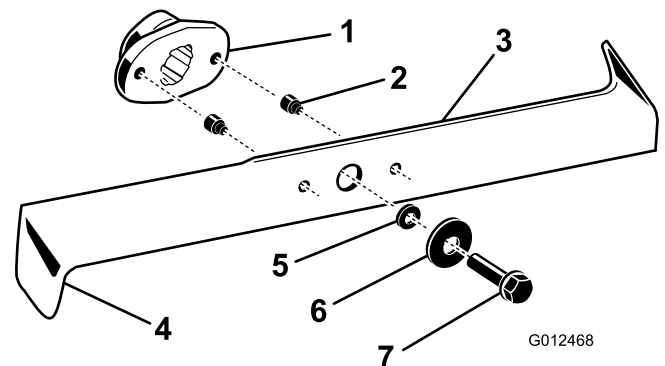

Figure 39
2. Examinez le tranchant des lames (Figure 39). Si elles ne sont pas tranchantes ou si présentent des indentations, déposez et affûtez les lames (voir Aiguisage des lames).
3. Inspectez les lames, surtout les bords recourbés (Figure 39). Si vous remarquez que les lames sont
4. Si les goupilles de cisaillement sont cassées, remplacez-les immédiatement (Figure 39).
3. Enlevez les boulons, les rondelles et les lames (Figure 39). Pour enlever le boulon, bloquez éventuellement la lame en introduisant une cale en bois entre la lame et le carter de tondeuse.
1. Montez les lames, les rondelles et les boulons de fixation (Figure 39).